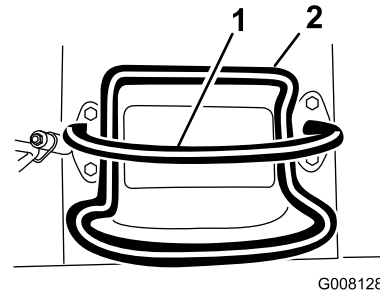
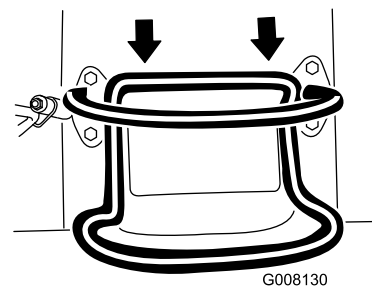

Figura 8
Figura 10
- Per spostarvi in retromarcia, tirate indietro il comando della trazione (Figura 10). Quando ci si sposta in retromarcia, controllare che dietro non vi siano ostacoli e tenere le mani sulla barra di riferimento (Figura 8).
- Per l'arresto, rilasciate il comando della trazione (Figura 8).